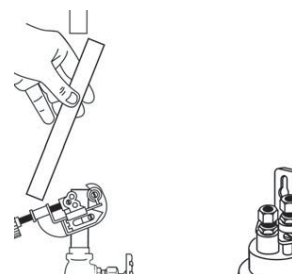

Figure 7
- Couper l'alimentation en eau froide et ouvrir le robinet afin d'évacuer la pression du système. Couper la tubulure d'eau froide en utilisant un couteau ou couteau à lame escamotable. Ne pas utiliser de scie à métaux, etc. Placer un récipient sous le tuyau pour recueillir l'eau qui pourrait s'écouler (figure 7).